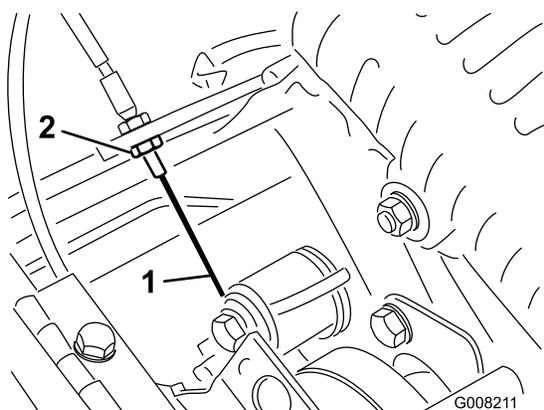

図 42
3. 走行ケーブルの前ジャムナットをゆるめ、後ジャムナット 図 42を締めてケーブルの張りを出し、3-4 kgの力で走行コントロールがつかないようにする